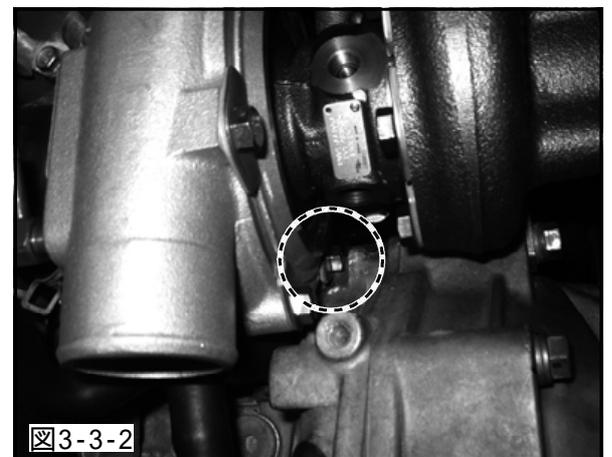

図3-3-2
- (2)2.(2)で加工した箇所とコンプレッサハウジングが干渉していない事を確認してください。(図中 印部)(図3-3-2)
- (3)純正のホースクランプを使用してオイルアウトレットパイプを純正のオイルアウトホースに取付けてください。